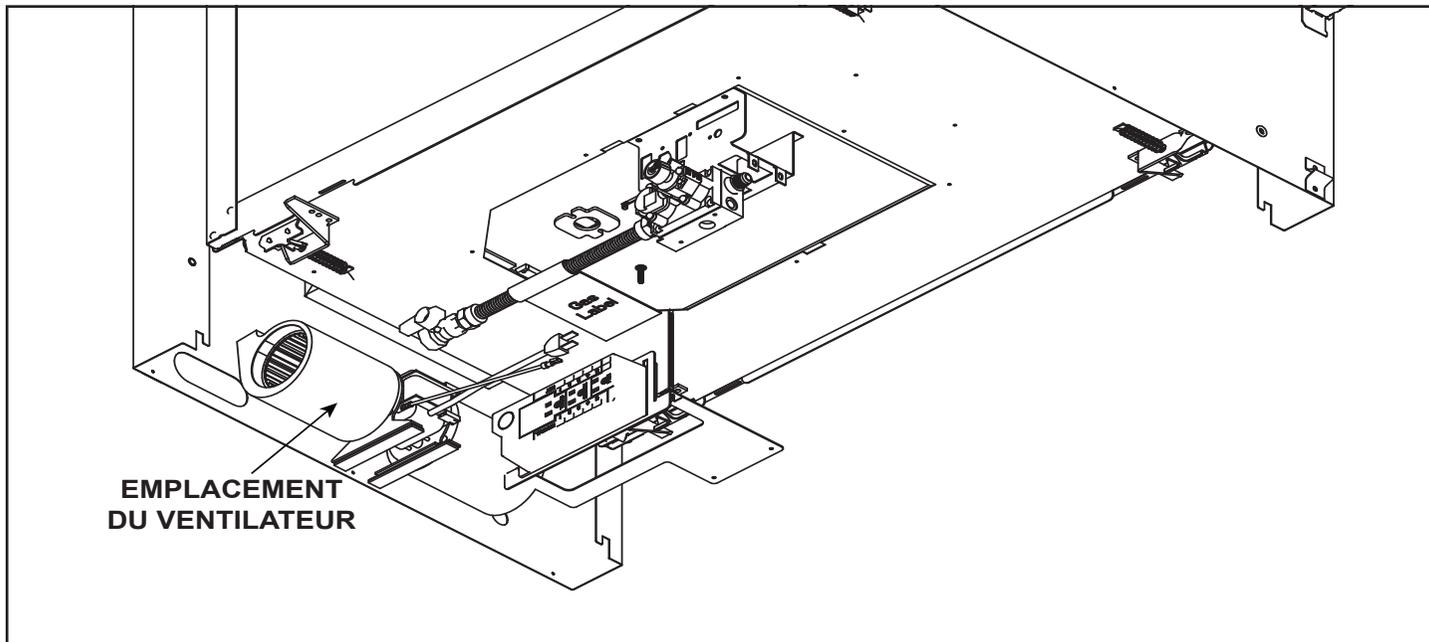

Figure 8.4 Emplacement du ventilateur
1. Installez le ventilateur dans l'appareil comme indiqué dans la figure 8.4.